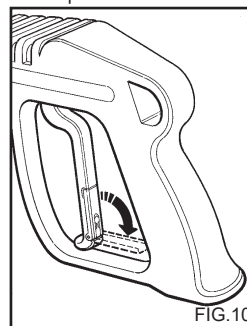

FIG.10
- Quando l' idropulitrice non viene utilizzata chiudere il dispositivo di sicurezza dell' impugnatura (fig. 10).